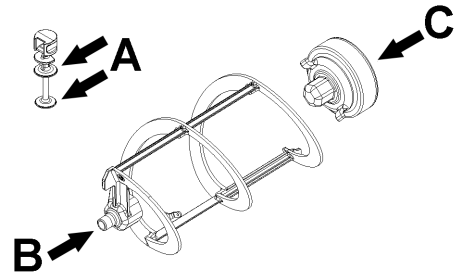
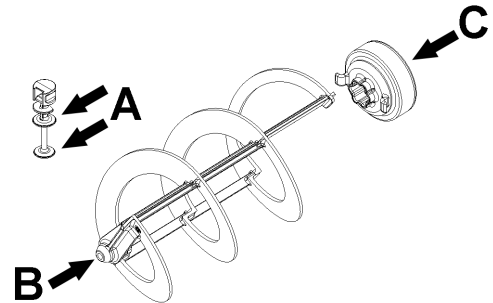

Bild 19
Bild 20
- 2 Den Kolben des Zapfhahns, den Sechskantanschluss und den Rührarm an den in (Bild 19) (NG6) o (Bild 20) (NG10) gezeigten Punkten schmieren, dabei ausschließlich das dem Gerät mitgelieferte Schmierfett oder andere Fette verwenden,